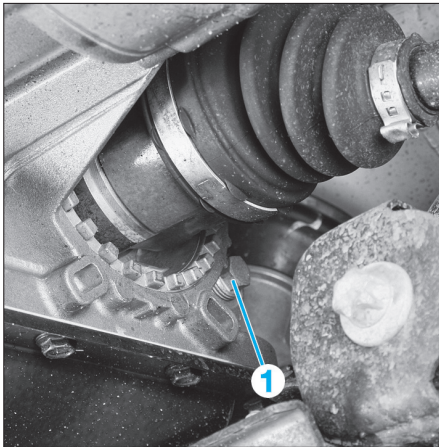

Fig. 1
- Déposer le bouchon de contrôle d'huile (1) (Fig.1).